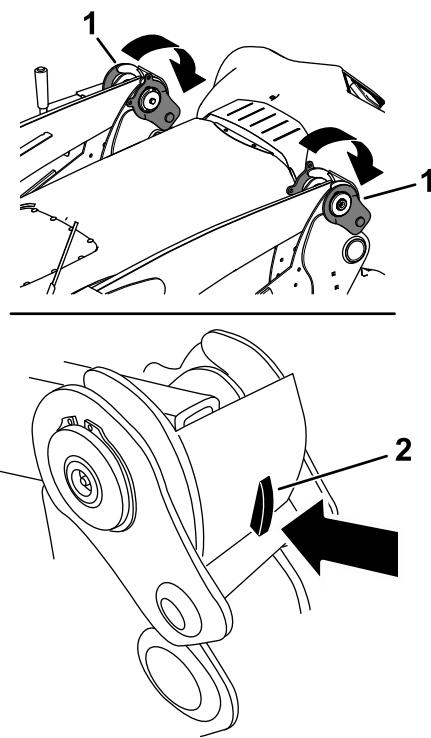

Figura 56
7. Bloccate i bracci di caricamento sulla macchina abbassando ciascun fermo del braccio di caricamento in modo che il dispositivo di chiusura serri i fermi in posizione (Figura 56).